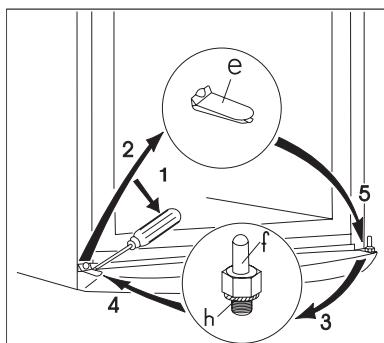

Рис. 4
- Приподнять при помощи отвертки вкладыш (e) нижней решётки настила (рис. 4).
- Выкрутить нижний несущий болт двери морозильной камеры (h, f) и вкрутить его с другой стороны. Не забудьте про подкладную шайбу (h) (рис. 4).
- Установить дверь морозильной камеры на нижний несущий болт (f) (рис. 4).